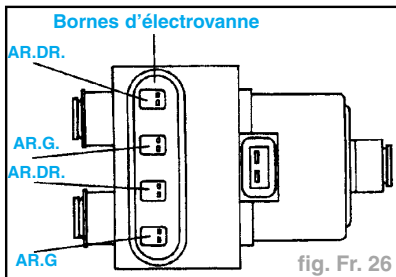

fig. Fr. 26
- Mesurer la résistance entre les bornes (fig. Fr. 26).